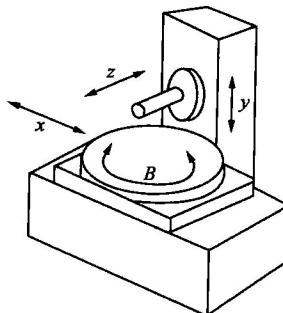

图 1-8 四轴联动的数控机床
⑤ 四轴联动。同时控制 x , y , z 三个直线坐标轴与某一旋转坐标轴联动。如图 1-8 所示的数控机床，同时控制 x , y , z 三个直线坐标轴与一个工作台回转轴联动。